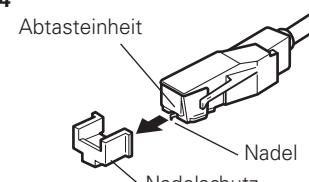

Abbildung 4
1. Entfernen Sie den Nadelschutz von der Abtasteinheit (Abb. 4).